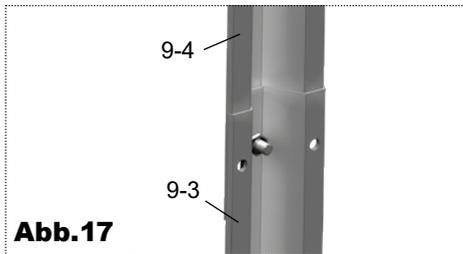
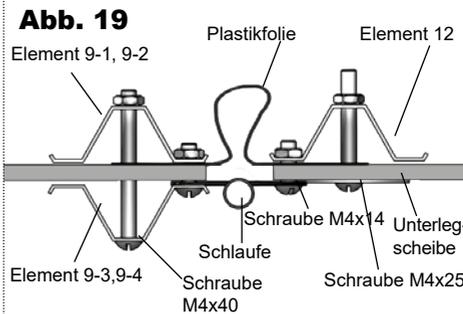
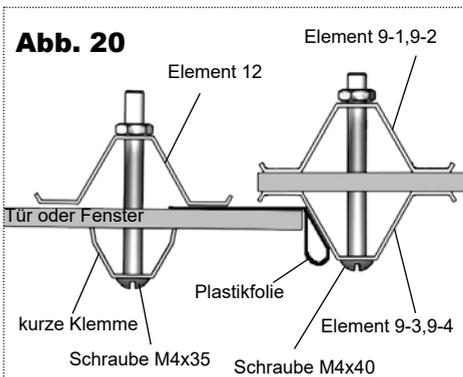
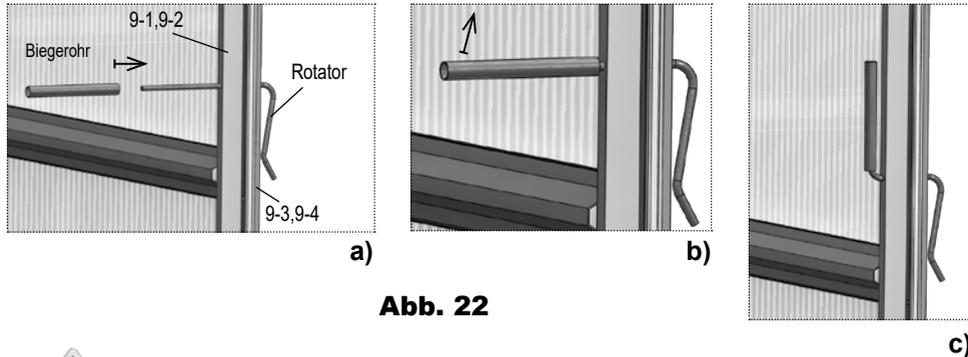

Abb. 17
Abb. 19
Abb. 20
Abb. 22
- Installieren Sie die Seitenteile des hinteren Endes wie in Abb. 16 gezeigt. Halten Sie die Oberfläche der Abdeckung an und befestigen Sie sie mit Schrauben und Unterlegscheiben auf den Teilen 8 (Abb. 22) und an den Winkeln mit selbstschneidenden Schrauben mit Unterlegscheiben. Die Schraubenlöcher sollten mit einem 4-mm-Bohrer von der Innenseite des Gewächshauses durch die gebrauchsfertigen Löcher in den Rahmenbauteilen gebohrt werden. Montieren Sie die Teile mit „halbrunder Riffelung“, indem sie mit selbstschneidenden Schrauben und Unterlegscheiben an den Winkeln befestigt werden. Schneiden Sie überlappende Bauteile an den Seiten ab.
4. Passen Sie die Elemente 9-3 und 9-4 (Abb. 17) an und installieren Sie sie gemäß Abb. 19. Drücken Sie die Polycarbonatteile an den Kanten der Türen und der Fensterverkleidung 9-3, 9-4 (Abb. 19) an und lassen Sie Löcher für den Rotator. Schneiden Sie Teile der Hülle, die über den Türen und unter den Türöffnungen installiert werden sollen, montieren Sie sie und befestigen Sie sie mit Unterlegscheiben (Abb. 22) für Bauteil 10.
6. Befestigen Sie die Teile der Hülle an den Fenstern und Türen an der Seite - das Gewicht der Scharniere mit Unterlegscheiben (Abb. 19) und bei anderen Teilen mit Klemmen (Abb. 20) mit geschlossener Zelle (überkleben mit Klebeband). An den Seiten gegenüber den Scharnieren sollte die Abdeckung 15 mm über den Rahmen hinausragen (Abb. 20). Die Schlaufen werden über dem Polycarbonat gelagert und beim Anziehen der Schrauben unter dem Scharnier wird das Polycarbonat gequetscht.
7. Die Risse in der Türöffnung werden mit Plastikfolie geschlossen (Abb. 19, 20).
9. Die Rotatoren zum Verriegeln von Türen und Fenstern sind in die Löcher der Türpfosten eingesetzt und öffnen am direkte Ende nach außen bis zum Anschlag. Mit dem Biegerohr kann das innere geradlinige Ende des Arms nach oben bewegt werden (Abb. 22). Diese Konstruktion ermöglicht es dem Rotator, die Tür elastisch zu drücken, und das Fenster endet in geschlossener Position, sowohl außerhalb als auch innerhalb des Gewächshauses.